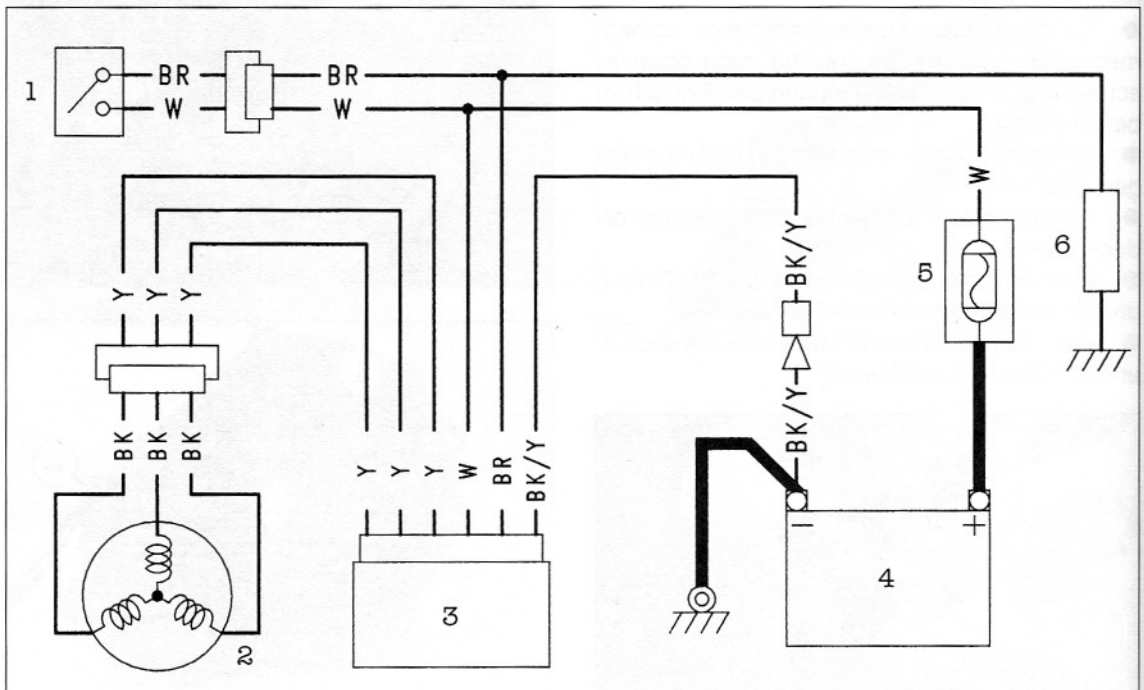

Bild 149
- Ladesystem-Stromlaufsplan (Bild 149).